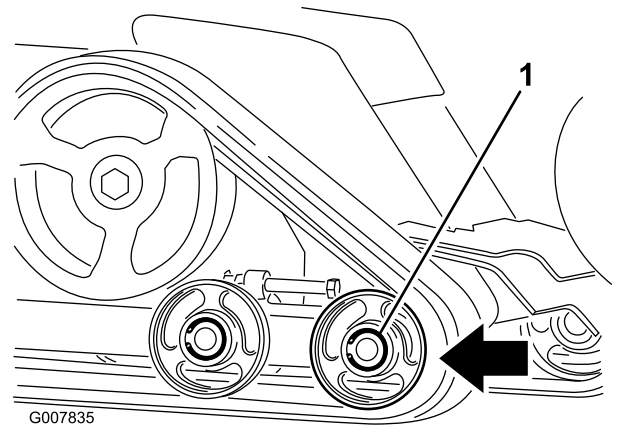

Figure 50
6. Poussez le galet de roulement avant aussi loin que possible vers l'arrière (Figure 50).
8. Lorsque la chenille est déchaussée, déposez-la de la machine (Figure 50).
9. Pour installer une chenille neuve, commencez par l'enrouler autour de la roue d'entraînement, en vérifiant que les crampons s'engagent correctement entre les entretoises sur la couronne (Figure 50).
10. Poussez la chenille sous et entre les galets de roulement arrière et central (Figure 50).